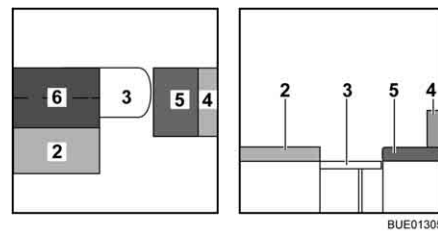

Fig. 128 Pendant la transformation
- Relever le coussin supplémentaire (Fig. 128,6) et le placer sur la table.